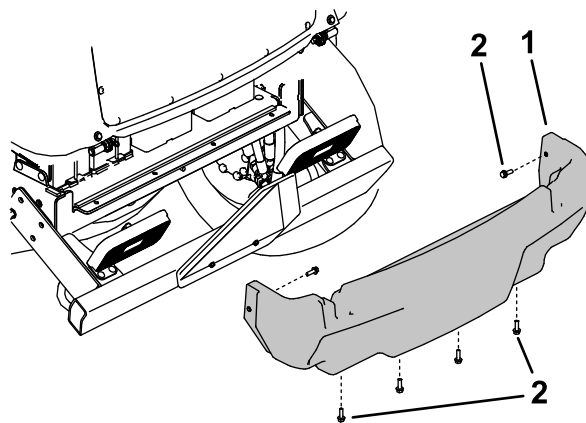

Figura 112
5. Retire os 6 parafusos flangeados que prendem o resguardo traseiro à estrutura e retire o resguardo traseiro (Figura 112).
4. Instale o resguardo traseiro (Figura 112).